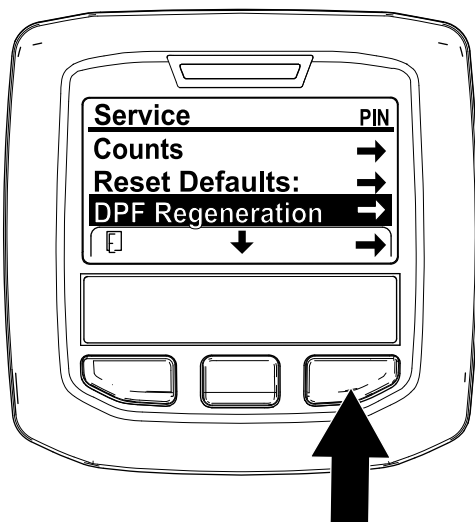

Bild 42
1. Navigieren Sie auf das Menü „Service“ und drücken Sie die mittlere Taste, um auf die Option DPF REGENERATION zu navigieren (Bild 42).
2. Drücken Sie die rechte Taste, um den Eintrag „DPF Regeneration“ auszuwählen (Bild 42).